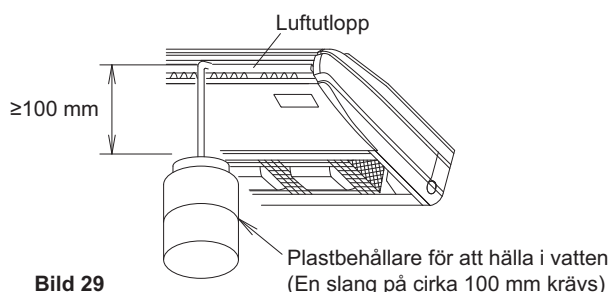

Bild 29
- Håll gradvis i cirka 0,6 liter vatten i luftutloppet för att kontrollera dräneringen från dräneringstråget. (Se bild 29)